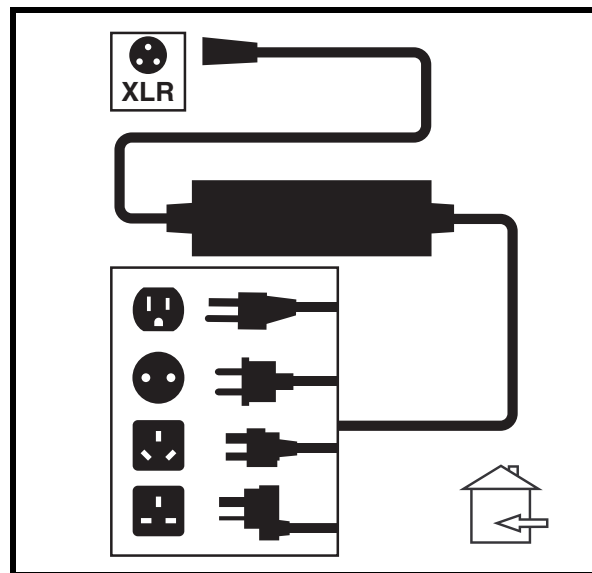

Figura 22. Caricamento della batteria
3. Collegare il caricabatterie esterno con la presa per caricabatterie esterno/programmazione sulla centralina. **Vedere figura 22.**